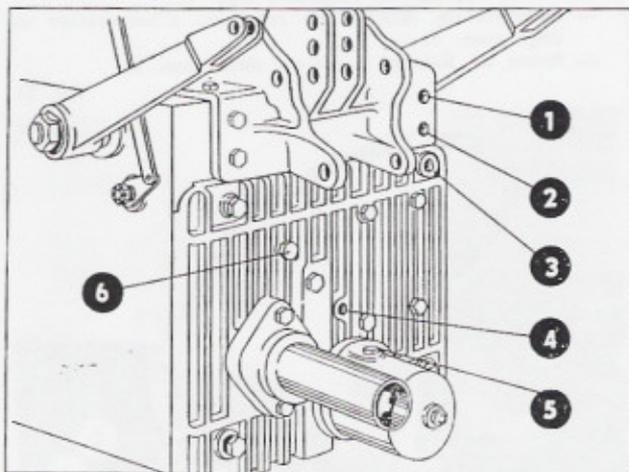

Fig. 30
Pour le bon fonctionnement du relevage, il ne faut pas descendre au-dessous du niveau minimum marqué par le bouchon (rep. 4, fig. 30). Le niveau optimum s'établit à 4 litres. Dans le cas d'un vérin extérieur à alimenter (hydro-fourche, par exemple), il faut 6 litres d'huile environ.
A titre indicatif (fig. 30), le niveau s'établit :
- Rep. 1, fig. 30) à la vis supérieure du point fixe : 6,800 l.
- Rep. 2, fig. 30) à la vis inférieure du point fixe : 5,800 l.
- Rep. 3, fig. 30) à la vis supérieure de la plaque de fermeture : 5,000 l.
- Rep. 4, fig. 30) indique le minimum : 2,500 l.
- Rep. 5, fig. 30) purge du filtre à huile du relevage.
- Rep. 6, fig. 30) prise de pression pour commande de vérin à distance.